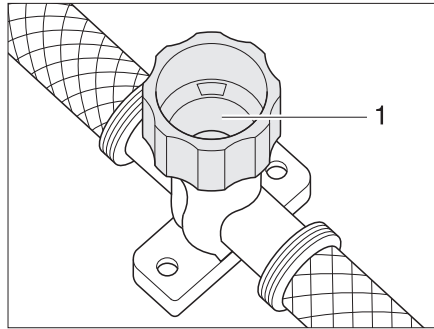

Fig. 125 Llave de desagüe para calentador Therme
- Cerrar la llave de desagüe. Para ello, girar el capuchón (Fig. 125,1) en sentido de las agujas del reloj.
- Abrir la llave de desagüe del calentador Therme. Para ello, girar el capuchón (Fig. 125,1) en sentido contrario a las agujas del reloj.